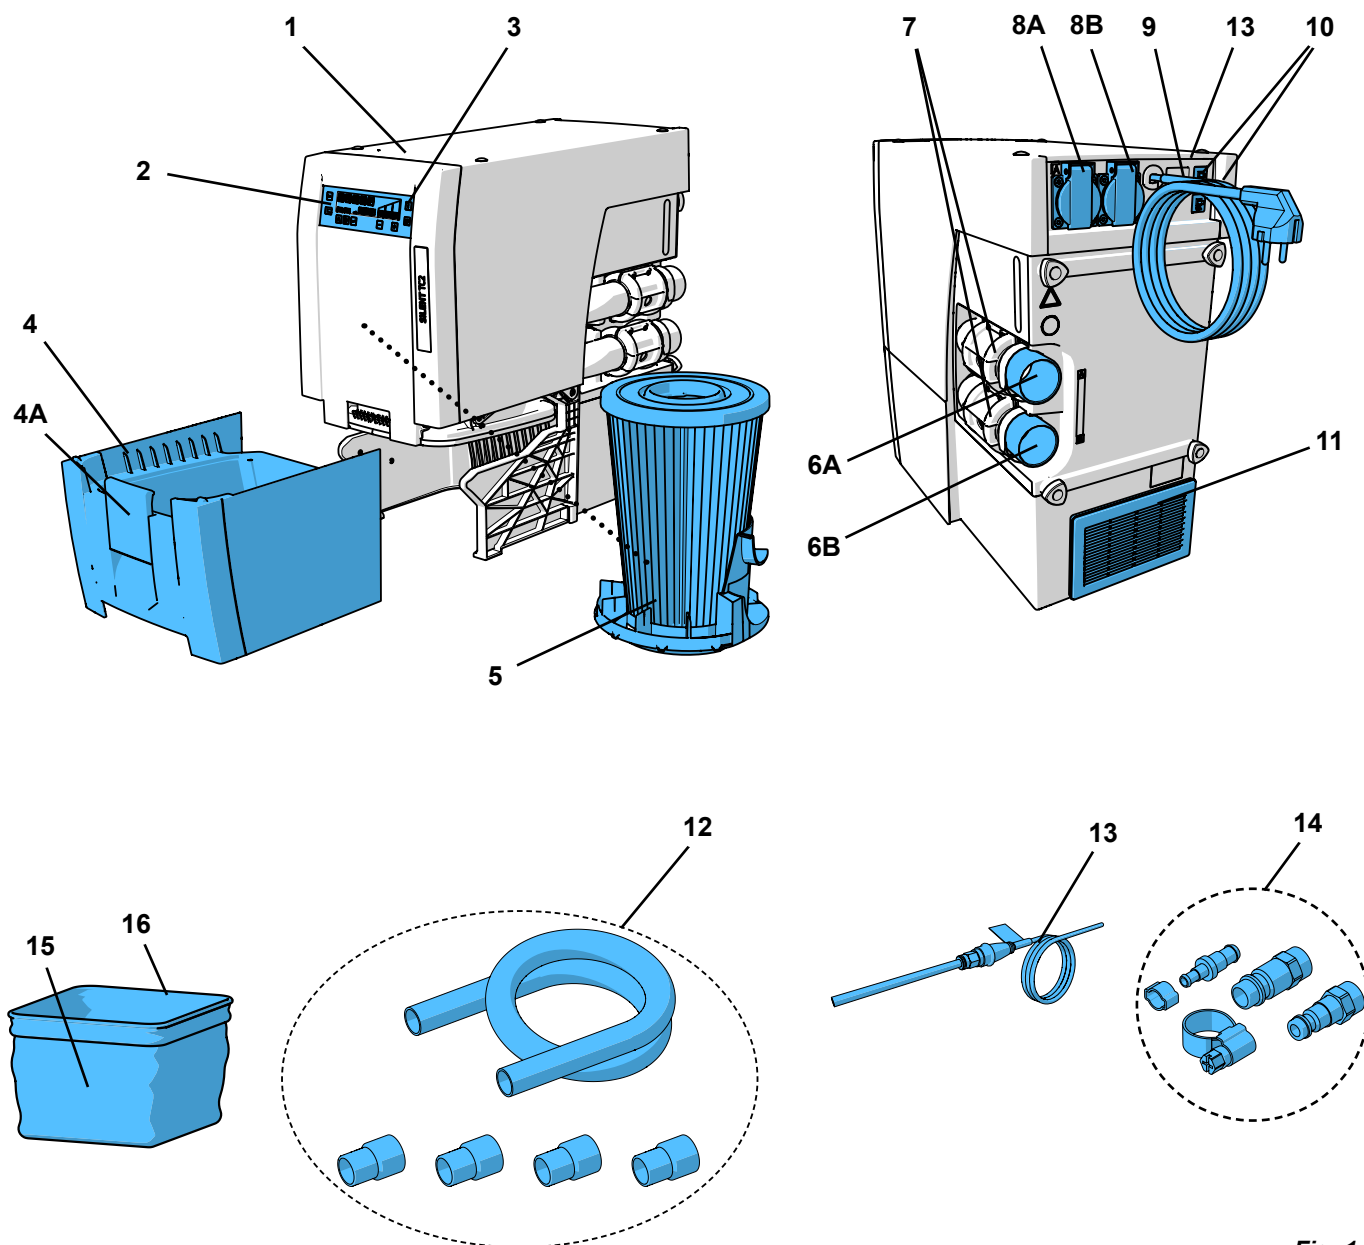

Fig. 1
- l'évacuation de l'air rejeté (11, Fig. 1) ne soit pas entravée.
- Conduite externe d'air (A) (voir chap. 4.7).
- Ouverture d'au moins 250 x 120 mm dans le panneau arrière de l'armoire (B), directement en face de l'ouverture d'évacuation de l'air rejeté (11, Fig. 1).
- Enlever le panneau arrière de l'armoire (C), espace entre le dos de l'armoire et le mur : au moins 50 mm.
⇒ Dérouler le câble d'alimentation (9, Fig. 1) et brancher la fiche secteur dans la prise de courant du bâtiment.
⇒ Choisir le raccord pour tuyau adéquat parmi les accessoires de raccordement fournis (14, Fig. 1) et le fixer sur l'extrémité du tuyau.